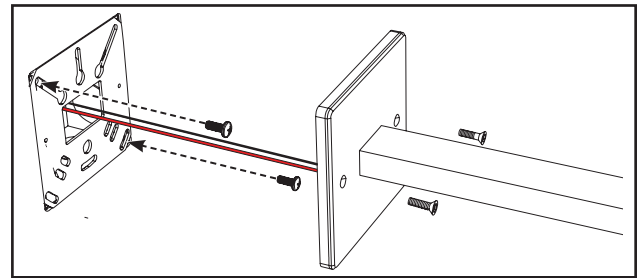

Figura 2.
4. Empuje todos los cables y el controlador hacia adentro de la caja de derivación. Mantenga los cables de salida del controlador y los de tensión de línea lo más separados posible. Coloque la placa de montaje por encima de la caja de derivación y asegúrela con los dos tornillos. (Figura 2.)